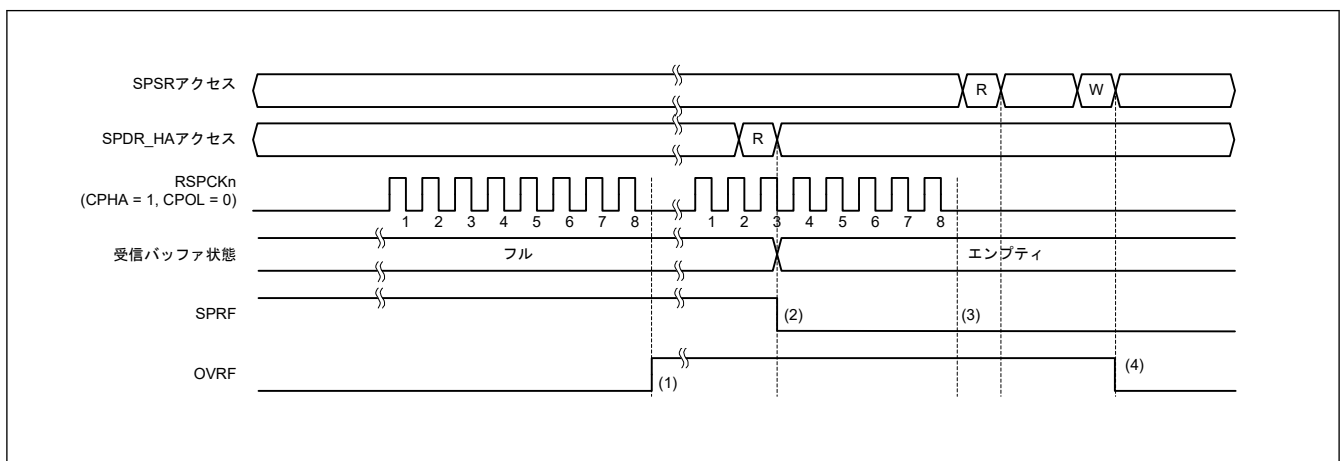

図 30.37 OVRF フラグおよび SPRF フラグの動作例
図 30.37 に、SPSR.OVRF フラグと SPRF フラグの動作例を示します。図 30.37 に記載した SPSR アクセスと SPDR_HA アクセスは、それぞれ SPSR、SPDR_HA レジスタへのアクセス状況を示しています。W は書き込みサイクル、R は読み出しサイクルを示しています。この例では、SPCMDm.CPHA ビットが 1、SPCMDm.CPOL ビットが 0 の設定で、SPI が 8 ビットのシリアル転送を実行しています。RSPCKn 波形の下に記載した数字は、RSPCK サイクル数 (= 転送ビット数) を示しています。
以下に、図 30.37 の (1)～(4) に示したタイミングでのフラグの動作内容を説明します。